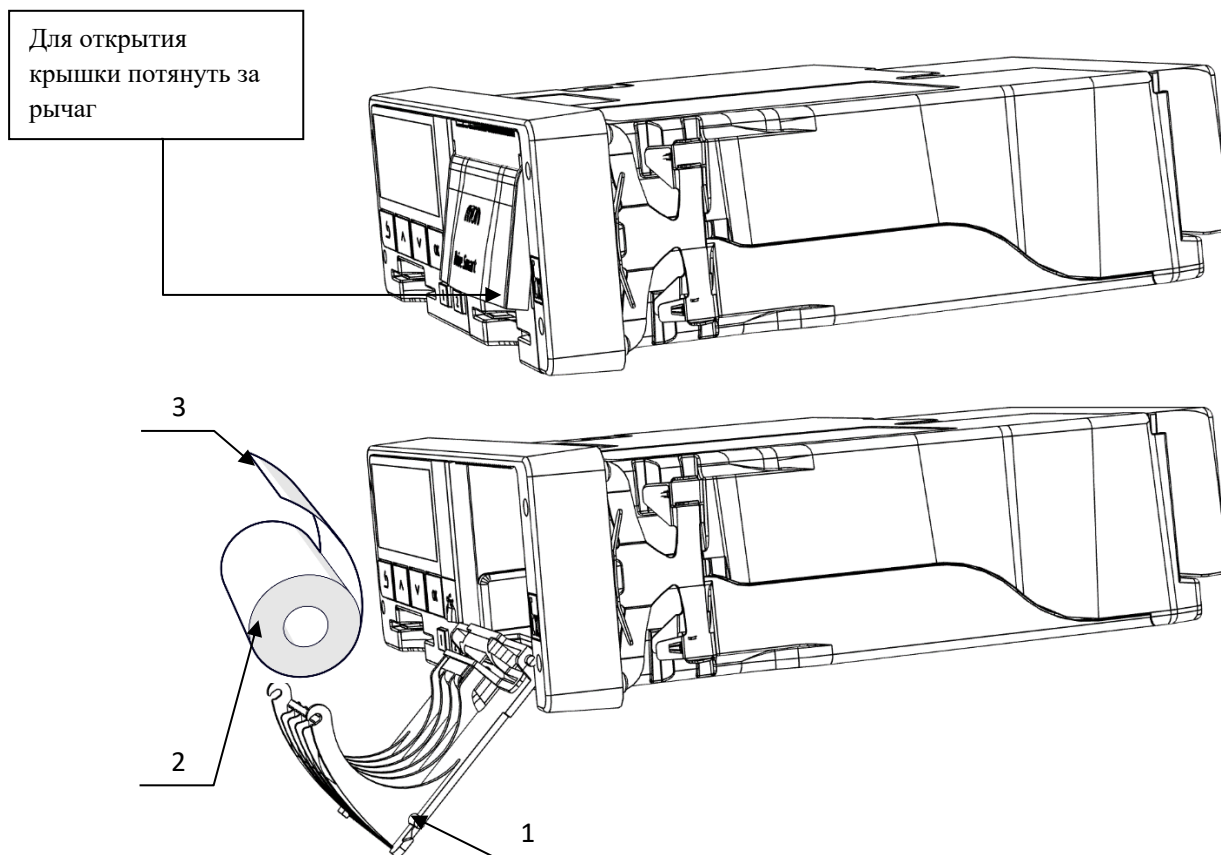

Рисунок 9. Установка бумаги
1. Открыть крышку отсека термопечатающего механизма (см. Рисунок 9), потянув за специальную ручку на крышке.